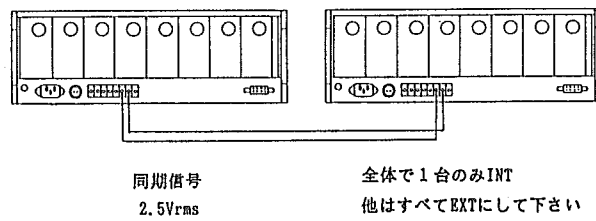

図 6
また、ユニット収納ケースが二つ以上にわたるときには、ケース間のブリッジ電源の同期が必要となりますので、図6のようにケース同士を接続しケース全体で1ユニットのみOSCスイッチ⑮を”INT”とし、他をすべて”EXT”にしてください。（AS1302形とブリッジ電源周波数の異なる機種とは同期がとれませんので、同一ケース内での混在使用はできません。）